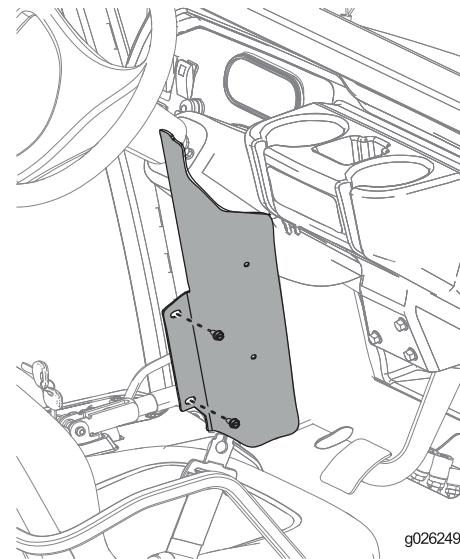

Figura 46
3. Instale os painéis da placa lateral em cada lado da máquina utilizando dois parafusos ($\frac{1}{4}$ pol.) como se mostra na Figura 46.